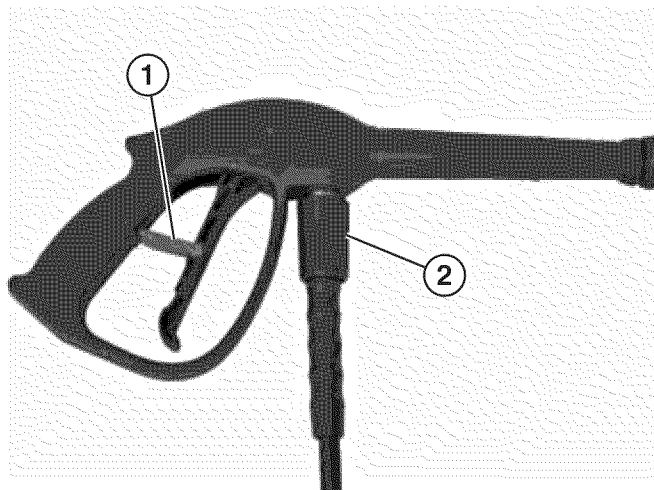

Figura 14 – Bloqueo del disparador en posición OFF (apagado)
14. Gire el bloqueo del disparador a la posición OFF (Apagado) (ver Figura 14).
15. Instale la manguera de alta presión a la pistola atomizadora y ajuste el casquillo de la manguera (ver Figura 14). No apriete demasiado El accesorio sólo se debe ajustar a mano.